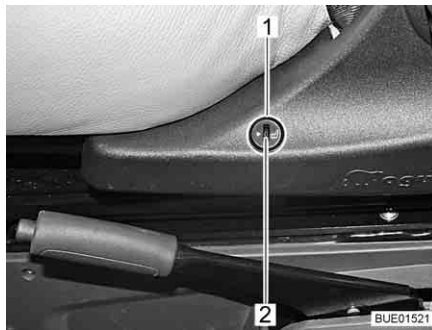

Bild 30 Brytare för stolsvärme
Koppla in stolsvärmern: ■ Tryck på den undre delen av reglaget (Bild 30,1) på stolkonsolens vänstra sida.
Ställa in stolsvärmern: ■ För att sänka värmen vrider du inställningsratten (Bild 30,2) i riktning "0".
■ För att höja värmen vrider du inställningsratten (Bild 30,2) i riktning "5".
Koppla ur stolsvärmern: ■ Tryck på den övre delen av reglaget (Bild 30,1) på stolkonsolens vänstra sida.